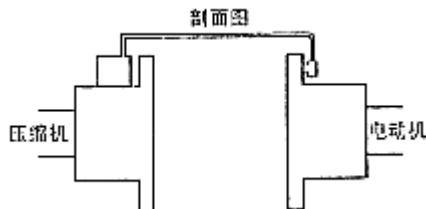

图3-刻度指示器在时针6点位置上
(4) 同时转动两个联轴器轮毂180°(6点钟位置),如图3所示,在这个位置上刻度指示器,会显示角度不对准总值。